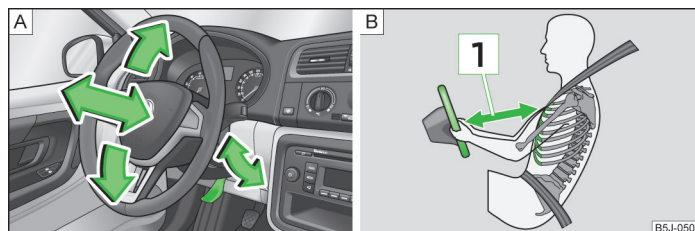

Fig. 85 Volante regulable: Palanca debajo de la columna de dirección/distancia segura hasta el volante
- Ajuste el volante de tal modo que la distancia entre el volante y el esternón sea, como mínimo, de 25 cm **1** » fig. 85 de la página 99. Si no respeta la distancia mínima, el sistema de airbag no podrá protegerle. ¡Peligro de muerte!
- Gire la palanca situada debajo del volante hacia abajo » fig. 85 - **A**.